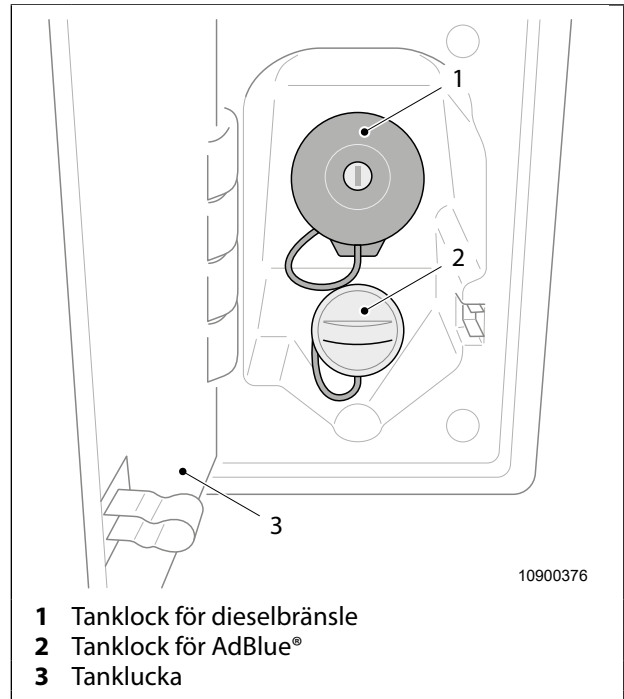

Fig. 4 Bränslepåfyllning
Påfyllningsröret för dieselbränsle sitter bakom tankluckan (Fig. 4, pos. 3) bredvid förardörren.
1. Tryck på tankluckan (Fig. 4, pos. 3) och fäll upp den.
2. Lås upp tanklocket för dieselbränsle (Fig. 4, pos. 1) och skruva av det.
1. Skruva fast tanklocket för dieselbränsle (Fig. 4, pos. 1) och stäng.
2. Stäng tankluckan (Fig. 4, pos. 3) och tryck på den tills den hakar fast.
Påfyllningsröret för AdBlue® sitter bakom tankluckan (Fig. 4, pos. 3) bredvid förardörren.
2. Skruva av tanklocket för AdBlue® (Fig. 4, pos. 2).
1. Skruva fast tanklocket för AdBlue® (Fig. 4, pos. 2).